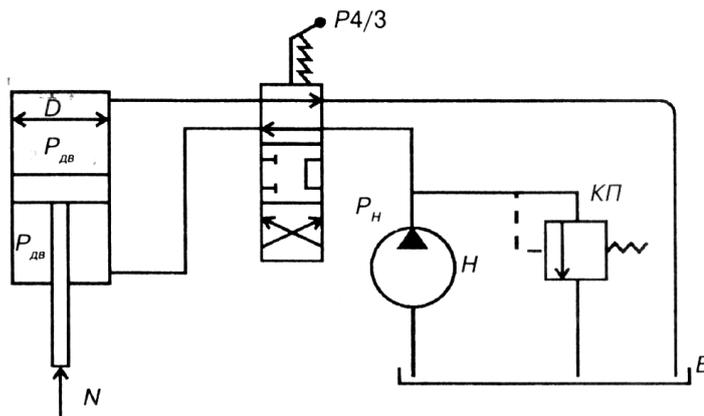

Рисунок 1 – Схема объемного гидропривода возвратно-поступательного движения
ЗАДАЧА №1. Гидравлическая система рулевого управления трактора К-700 (рисунок 1) состоит из насоса Н шестеренчатого с подачей  $Q$ , развивающего давление на выходе насоса  $P_n$ , нагнетательного трубопровода длиной и диаметром  $d$ , предохранительного клапана КП, гидрораспределителя Р4/3, силового цилиндра Ц с поршнем диаметром  $D$ , сливного трубопровода и гидробака Б. В качестве рабочей жидкости используется автотракторное масло с кинематической вязкостью  $\nu$  и удельным весом  $\gamma$ .
ЗАДАЧА № 4. Свеклоуборочный комбайн КСТ-2 снабжен устройством для копирования контура междурядий гряд, которое управляется гидросистемой комбайна (рис. 1). Эта система имеет силовой цилиндр Ц с поршнем, распределитель Р4/3 с золотником, гидронасос Н и перепускной клапан КП.
ЗАДАЧА № 5. Культиватор-растениепитатель КРСШ-2,8 снабжен гидравлической системой, состоящей из следующих элементов: силового цилиндра Ц, гидрораспределителя Р4/3, шестеренного насоса Н и перепускного клапана КП (рис. 1).
ЗАДАЧА № 6. Гидравлическая система загрузчика сеялок автомобильного ЗСА-40 (рис. 1) содержит следующие основные элементы: шестеренный насос Н, подключенный к нагнетательному трубопроводу, установленный на сливном трубопроводе предохранительный клапан КП, распределитель Р4/3 и силовой цилиндр Ц с возможностью возвратно-поступательного перемещения поршня.
ЗАДАЧА № 7. Картофелеуборочный комбайн ККУ-2 «Дружба» снабжен гидравлической системой, состоящей из следующих элементов: цилиндра силового Ц, гидрораспределителя Р4/3, шестеренного насоса Н и предохранительного клапана КП (рис. 1).
тельный трубопровод имеет длину  $l$  и диаметр  $d$ . Цилиндр поршня имеет диаметр  $D$  (рис. 1).
**ЗАДАЧА № 9.** Гидравлическая система пресс-подборщика с боковой подачей ППБ-1,3 состоит из следующих основных элементов: силового цилиндра Ц, гидрораспределителя Р4/3, шестеренного насоса Н и перепускного клапана КП (рис. 1).